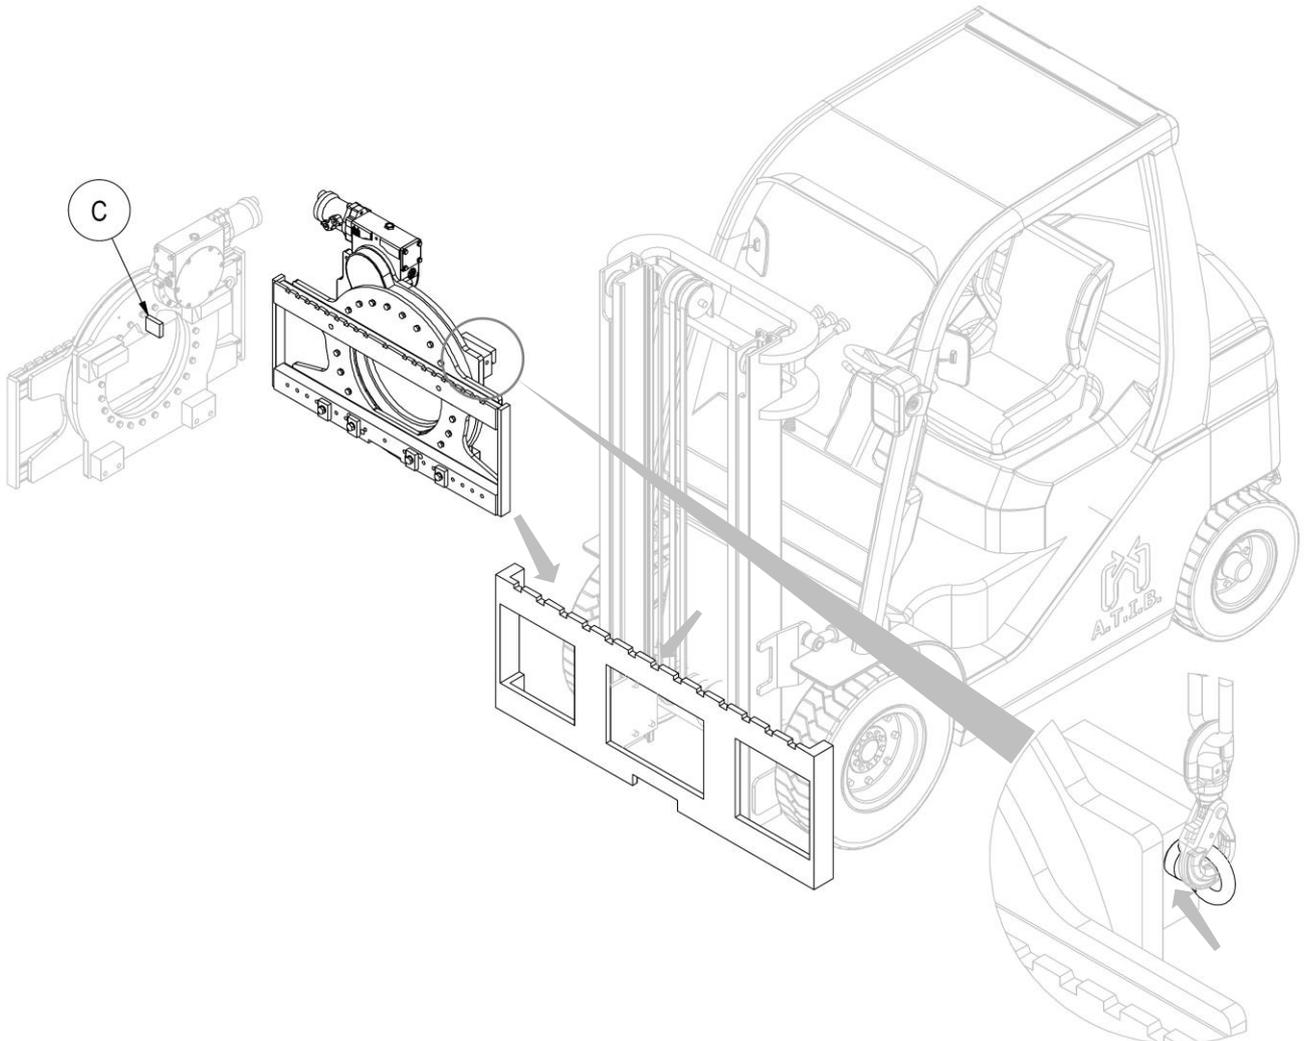

Figure 5
5. Pour la manutention, seuls des œillets réglables doivent être utilisés, qui doivent être vissés dans les trous latéraux appropriés (voir détail *Figure 5*).
6. À l'aide d'un pont roulant ou d'un palan de capacité suffisante, positionner l'équipement sur le tablier porte-fourche, en prenant soin d'insérer la dent de centrage C dans l'encoche centrale de ce dernier (voir *Figure 5*).